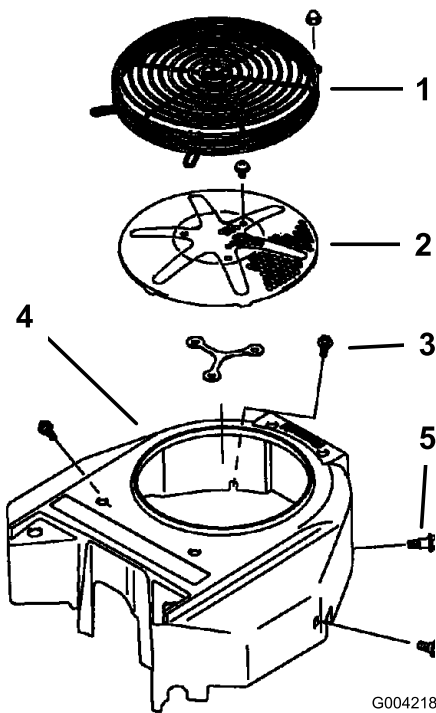

Figure 56
Avant chaque utilisation, enlevez l'herbe, les saletés et autres débris éventuellement accumulés sur la grille du moteur. Cela permet d'assurer un refroidissement et un régime moteur corrects, et réduit les risques de surchauffe et de dommages mécaniques du moteur (Figure 56).
3. Retirez la grille d'entrée d'air, le lanceur et le carter du ventilateur (Figure 56).
5. Remettez la grille d'entrée d'air, le lanceur et le carter du ventilateur (Figure 56).